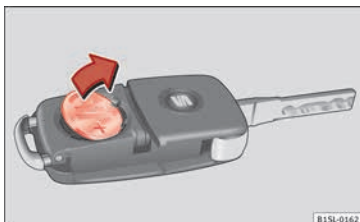

Abb. 100 Fahrzeugschlüssel: Batterie herausnehmen.
- Batterie mit einem geeigneten dünnen Gegenstand aus dem Batteriefach heraushebeln » Abb. 100.
- Neue Batterie wie gezeigt ansetzen » Abb. 100 und entgegen der Pfeilrichtung in das Batteriefach drücken » ②.